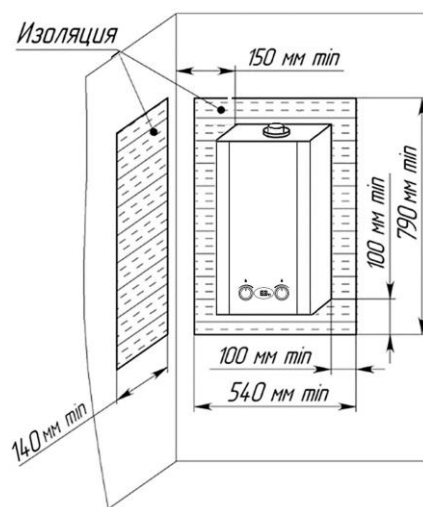

Рисунок 4. Установка аппарата на трудносгораемых стенах
- 7.1.6. Допускается установка аппарата на трудносгораемых стенах при условии изоляции стены оцинкованным листом толщиной  $0,8 \dots 1\text{ мм}$  по листу базальтового теплоизоляционного картона БТК толщиной  $3 \dots 5\text{ мм}$ . Изоляция стены должна выступать за габариты корпуса аппарата не менее чем на  $100\text{ мм}$  с каждой стороны (рис. 4).